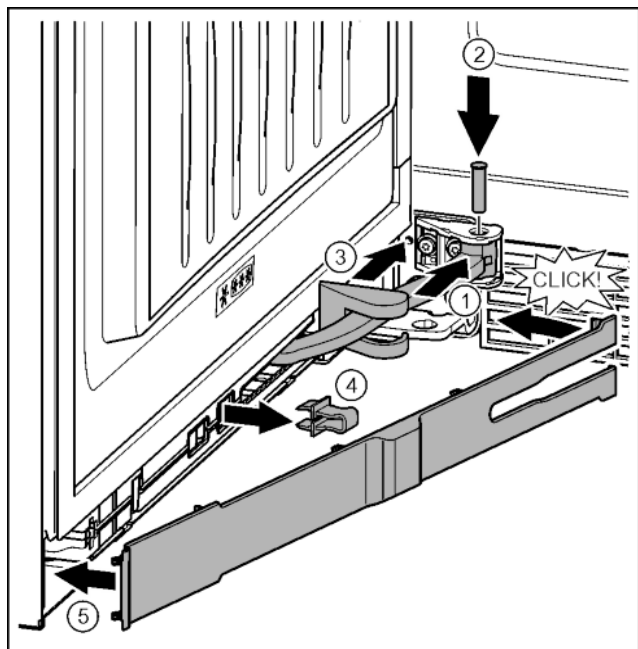

Fig. 43
- ▶ Scharnier in de ophanging draaien. Fig. 43 (1)
- ▶ Bout met een schroevendraaier T15 in de ophanging en het scharnier plaatsen. Opletten dat hierbij de vergrendelnok correct in de groef zit. Fig. 43 (2)
- ▶ Afdekking van de lagerbus langs het scharnier schuiven en over de ophanging monteren. Fig. 43 (3)
- ▶ Borging verwijderen. Fig. 43 (4)
- ▶ Paneel aan de kant van de greep aanbrengen en naar binnen draaien. Fig. 43 (5)